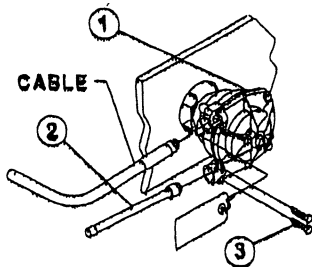

図2
- (2) ヘルムの口よりピンを取外して下さい(ピンからタグは外さないようにして下さい) ステアリングケーブルからプラスチックスリーブを外し、ケーブルエンドのグリスの上にほこり等が付いてないかを確認して下さい。
- (3) ケーブルエンドからスペントラベチューブを外して下さい。ルヘルムの上側の口にケーブルを差込み、内部のギヤーに当たるまでケーブルを送り込んで下さい。次にステアリングホイールを時計と反対回しにし、ケーブルを送り込んで下さい(図2参照) ケーブルのエンドフィッティングがヘルムの口に入ってホイールが回らなくなるまで回し続けて下さい。ここでロックされるとカチッという音が聞こえます。エンドフィッティングがヘルムの口の部分にしっかり固定されていることを確認下さい。